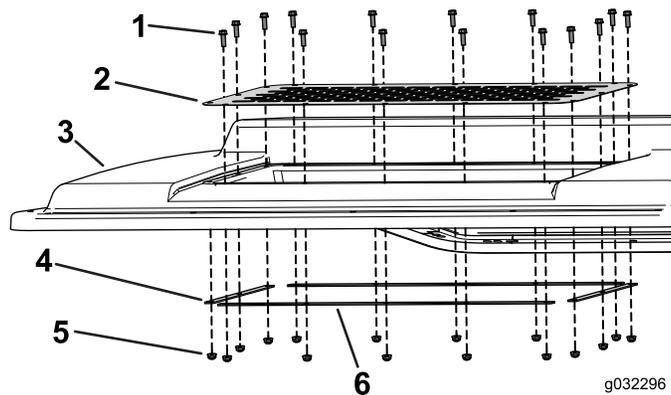

Figura 8
4. Utilice 4 pernos y contratuercas ( $\frac{1}{4}$ " x  $\frac{3}{4}$ " ) para sujetar provisionalmente la pletina corta, según se muestra en Figura 8.